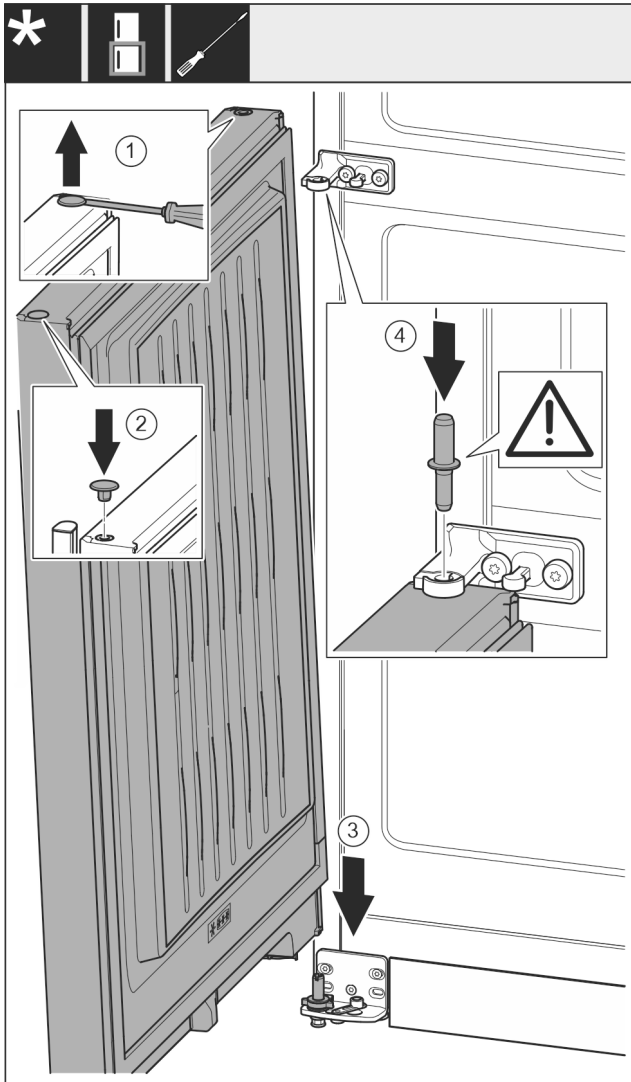

Fig. 17
- ▶ Ridicați cu precauție dopul cu o șurubelniță plată și extrageți-l. Fig. 17 (1)
- ▶ Introduceți dopul pe partea opusă a ușii. Fig. 17 (2)
- ▶ Așezați ușa de sus pe bolțul inferior de lagăr. Fig. 17 (3)
- ▶ Introduceți bolțul central de lagăr prin mijlocul suportului de lagăr în ușa inferioară. Aveți grijă aici ca respectiva camă de cuplare să fie îndreptată către înapoi. Fig. 17 (4)